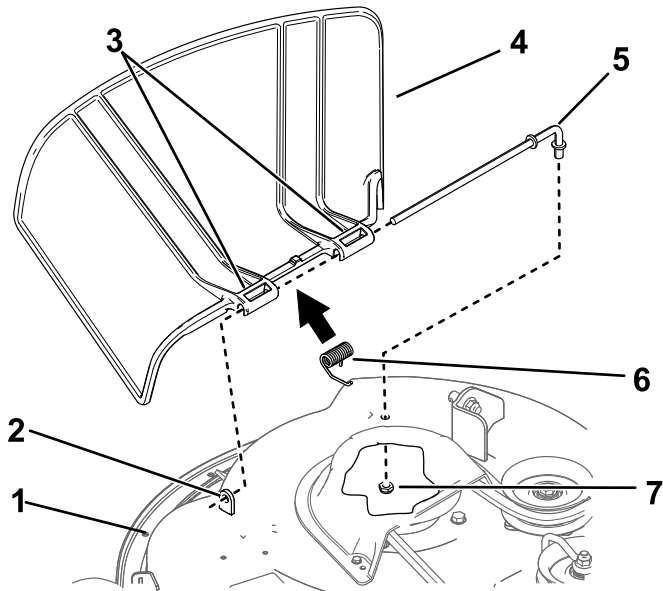

Figura 66
1. Retire la tuerca ($\frac{3}{8}$ ") de la varilla (debajo del cortacésped) (Figura 66).
9. Sujete el extremo trasero de la varilla al cortacésped con una tuerca ($\frac{3}{8}$ "), según se muestra en Figura 66.
2. Retire la varilla del espaciador corto, del muelle y del deflector de hierba (Figura 66).
4. Instale el deflector de hierba nuevo (Figura 66).
7. Deslice la varilla por el segundo soporte del deflector de hierba (Figura 66).